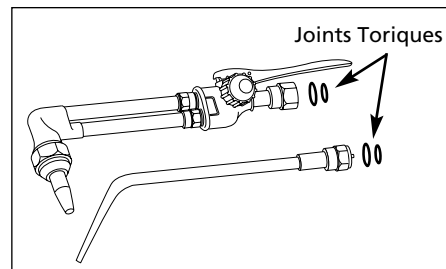

Figure 7 - Vérifier les joints toriques
3. Choisir la taille et le type correct de buse de soudage (Voir Tableau 1). Inspecter la buse de soudure ou accessoire de coupage pour des joints toriques manquants. Brancher la buse de soudure ou l'accessoire de coupage au manche de chalumeau en serrant le raccord du joint torique (voir Figure 7).